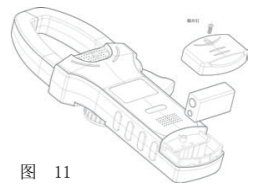

图 11
十. 保养与维护（见图11）
- 本产品的电源为一只6LF22 9V 1604A电池，请参考图11，使用下列顺序安装或更换电池。